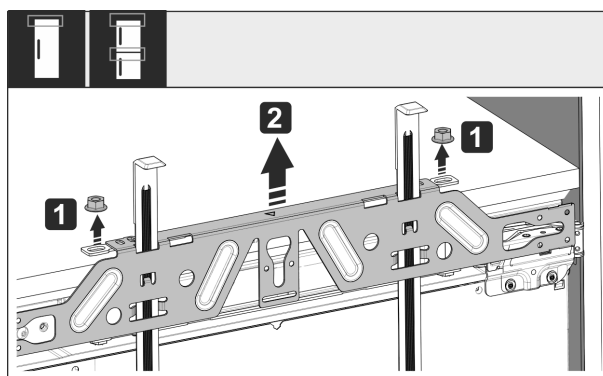

Fig. 58
- ▶ Desfaceți contrapiulițele Fig. 58 (1).
- ▶ Detașați traversa de fixare Fig. 58 (2).